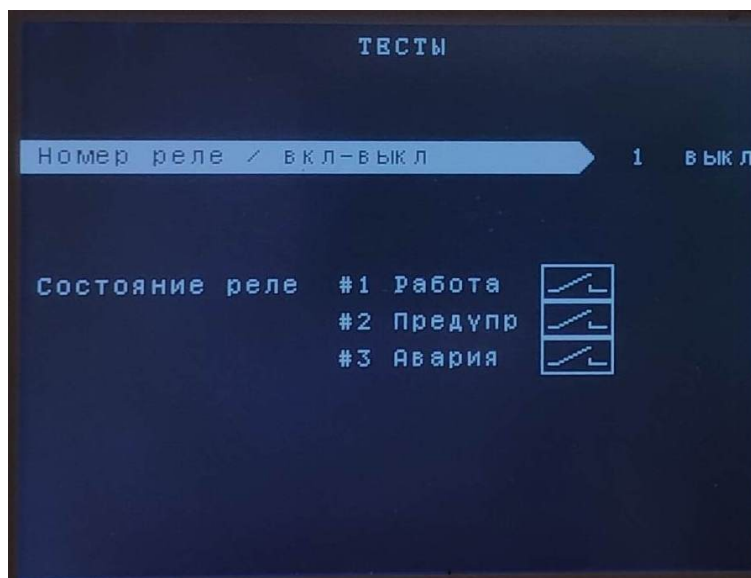

Рисунок 18 – Подраздел «Реле сигнализации»
3.1. «Реле сигнализации» - подраздел предназначен для тестового включения/выключения реле сигнализации МС (см. рисунок 18).